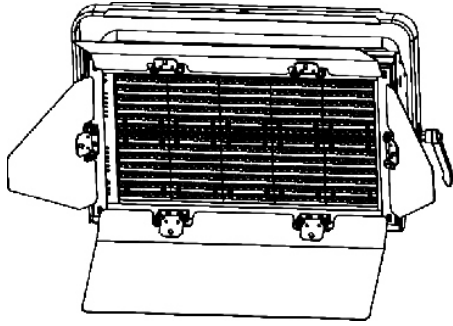

图2.1-1 水平放置图
- 先把吊挂下架固定在所放置的地方，可调节角度，如图2.1-1所示。